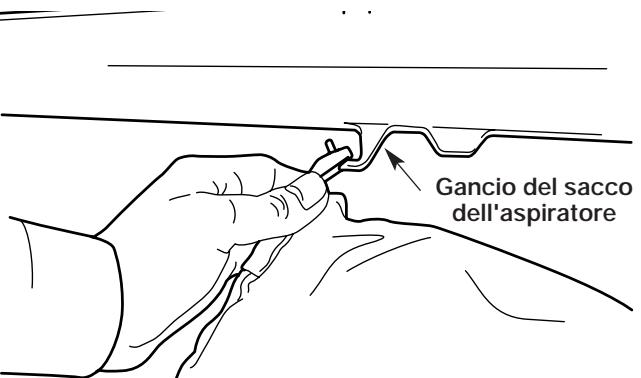

Fig. 3
1. Attaccare il sacco dell'aspiratore al gancio posto sul tubo del soffiente/aspiratore (Fig. 3)